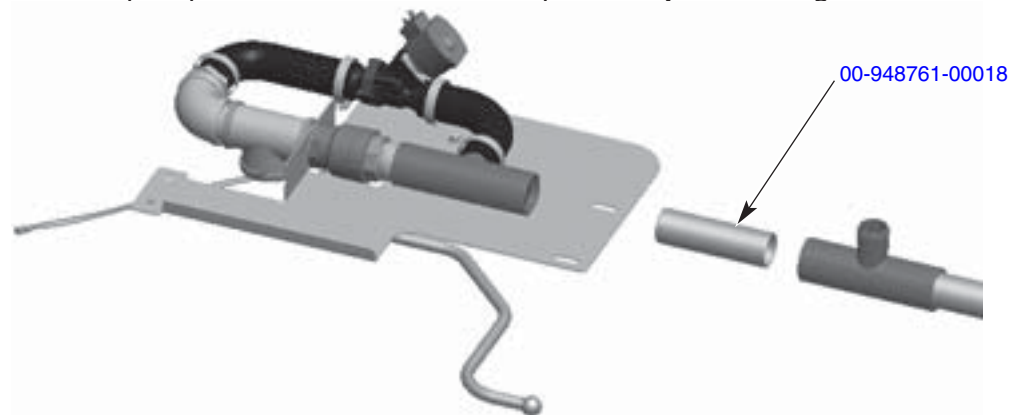

Fig. 13
9. Retirez le tuyau (00-948761-00018) qui raccorde le drain principal et le raccord en T le plus proche. 00-948761-00018 peut être jeté. Voir Fig. 13.